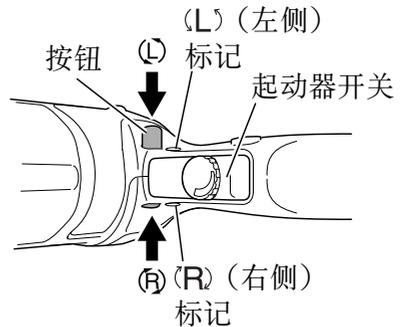

图 2
(1) 打开夹盘钳夹, 并将钻头插入夹盘。
(2) 将卡盘扳手分别放在夹盘的三个孔之上, 并将其沿顺时针方向旋转 (前视), 使之固定。
(3) 要拆卸钻头时, 将卡盘扳手放入夹盘上的一个孔中, 并将其沿逆时针方向转动。
6. 确认钻头旋转方向 (图 2)